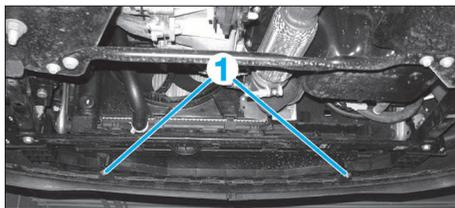

FIG. 1
- Sous le véhicule, déposer les vis (1) (Fig.1).